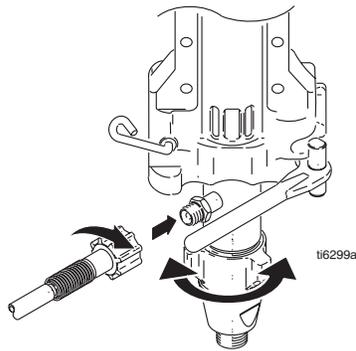

FIG. 26
4. FIG. 26. Chiudere lo sportello della pompa e ruotare il gancio in posizione. Non serrare il gancio.
5. FIG. 26. Ruotare la pompa per allinearla al flessibile per vernice. Collegare il flessibile per vernice e serrare a mano di 70 in-lb.